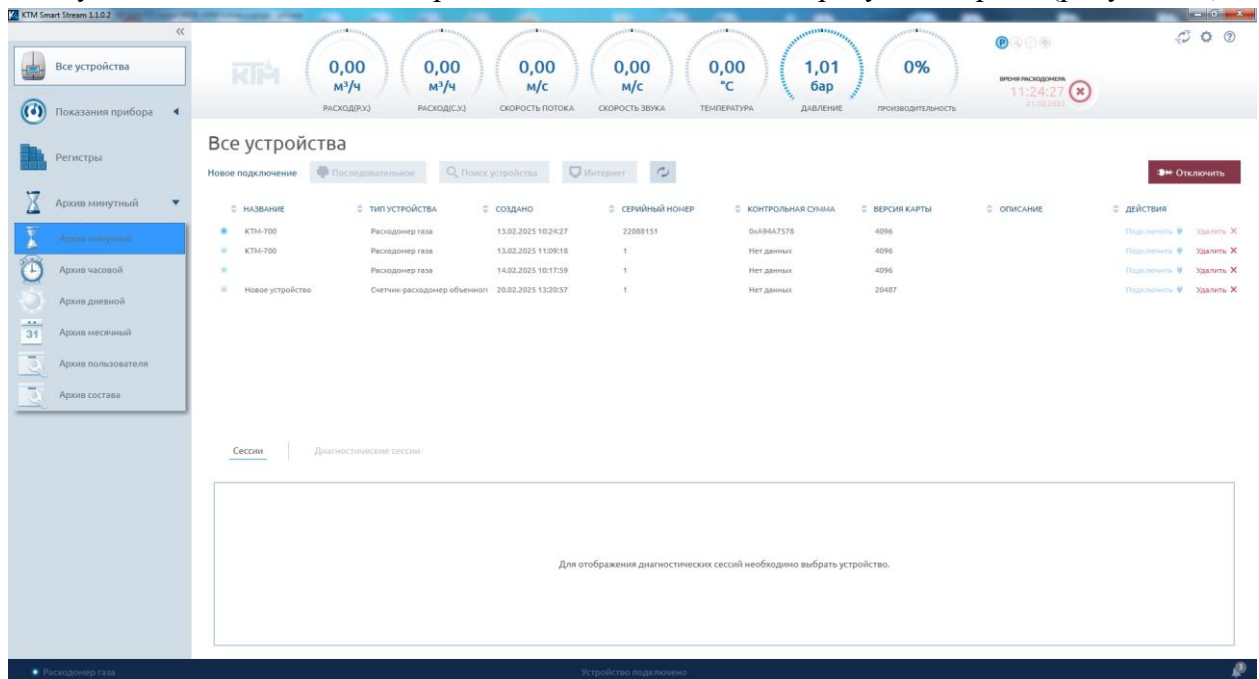

Рисунок 53 – Выбор архива
4.13.5.1 Для перехода к работе с архивом необходимо в SmartStream перейти в соответствующее окно, для чего выбрать в выпадающем меню требуемый архив (рисунок 53).